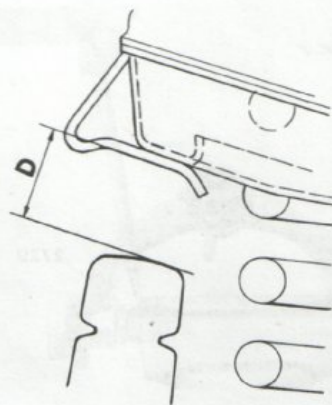

Bild 6
7. Montera brickor och skruvar. Den mindre brickan vid främre bussningen och de fjädrande brickorna ytterst. Skruvarna dras när länkarmen är monterad och i det läge den har när avstånd gummibuffert - framaxelbalk (mått D bild 6) är ca 30 mm. Åtdragningsmoment 40 - 50 Nm (4 - 5 kpm).